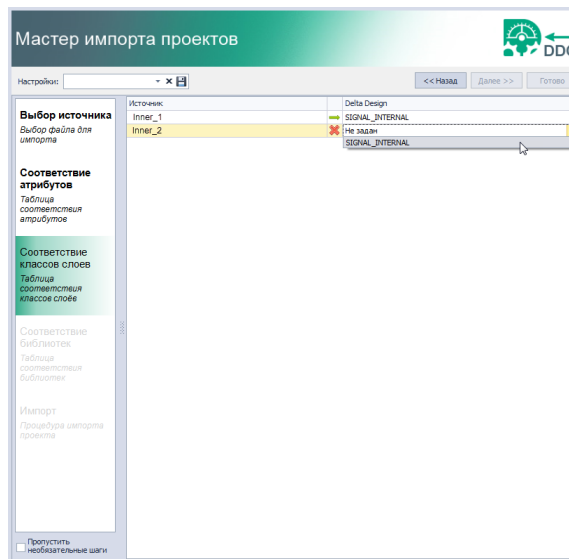

Рис. 59 Установка соответствия классов слоев
8. Выполните соответствие классов слоев, Рис. 59.